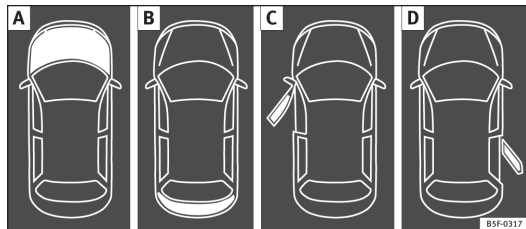

Fig. 39 A: capó abierto; B: portón trasero abierto; C: puerta delantera izquierda abierta; D: puerta posterior derecha abierta (sólo en vehículos de 5 puertas).
- Capó, portón trasero y puertas abiertas $\Rightarrow$ fig. 39.